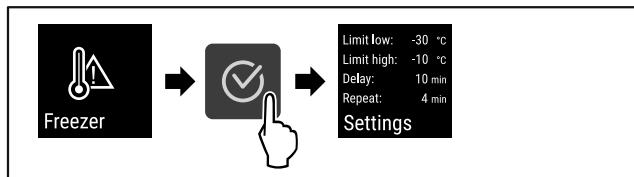

Fig. 102
- Изпълнете стъпките (виж Fig. 102).